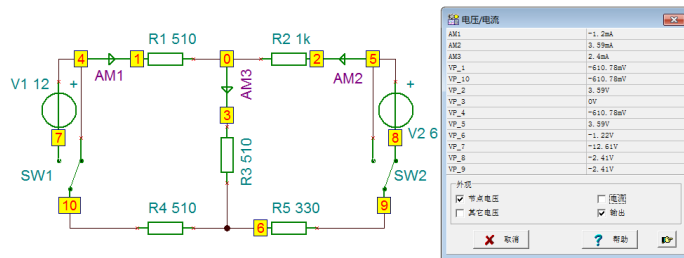

图 60 电压源不 V1 接入，V2 接入时的直流电压/电流结果表
② 电压源 V1 不接入，V2 接入的电路直流分析结果：执行【分析|直流分析|直流结果表】菜单命令，电路图编辑窗口如图 60 所示显示直流电压/电流结果表。